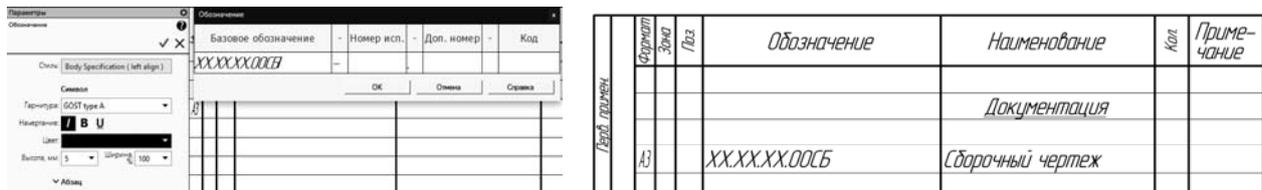

Рисунок 6.3 – Команда «Добавить вспомогательный объект»
4) выберите команду **Добавить Вспомогательный объект**, укажите данные о сборочном чертеже (формат, обозначение, наименование) (рисунок 6.3);